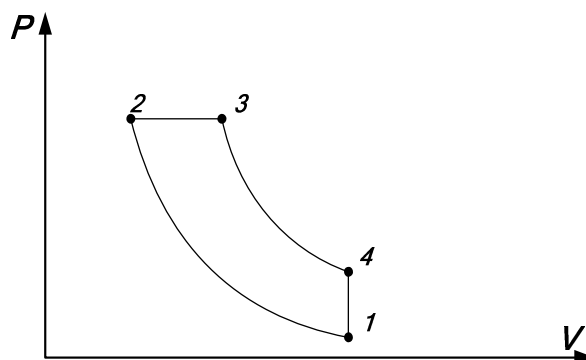

Рис. 2
10. Укажите, в каких процессах (рис. 2) осуществляется адиабатное расширение рабочего тела и отвод тепла.